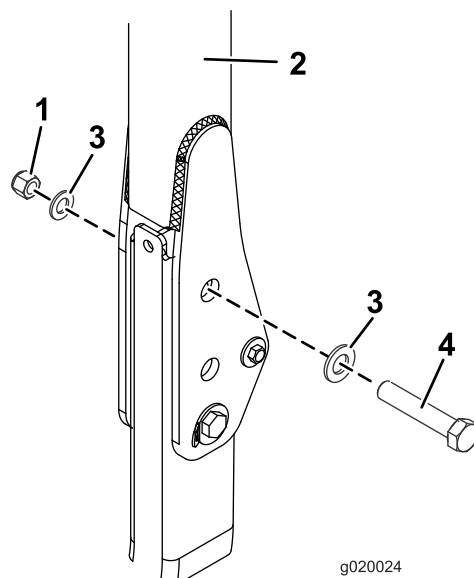

Рисунок 27
3. Установите шайбу (13/16 x 1½ дюйма) на каждый болт (¾ x 4 дюйма), как показано на Рисунок 27.
4. В отверстия, из которых были извлечены штифты, установите болты с шайбами (Рисунок 27).
5. Установите еще по одной шайбе на каждый болт и закрепите с помощью гаек (¾ дюйма), как показано на Рисунок 27. Затяните гайки с моментом от 323 до 396 Н·м.
6. Затяните болт оси поворота конструкции ROPS (Рисунок 27) с моментом 91 – 113 Н·м, чтобы предотвратить любые вибрации защитной дуги и солнцезащитного навеса.